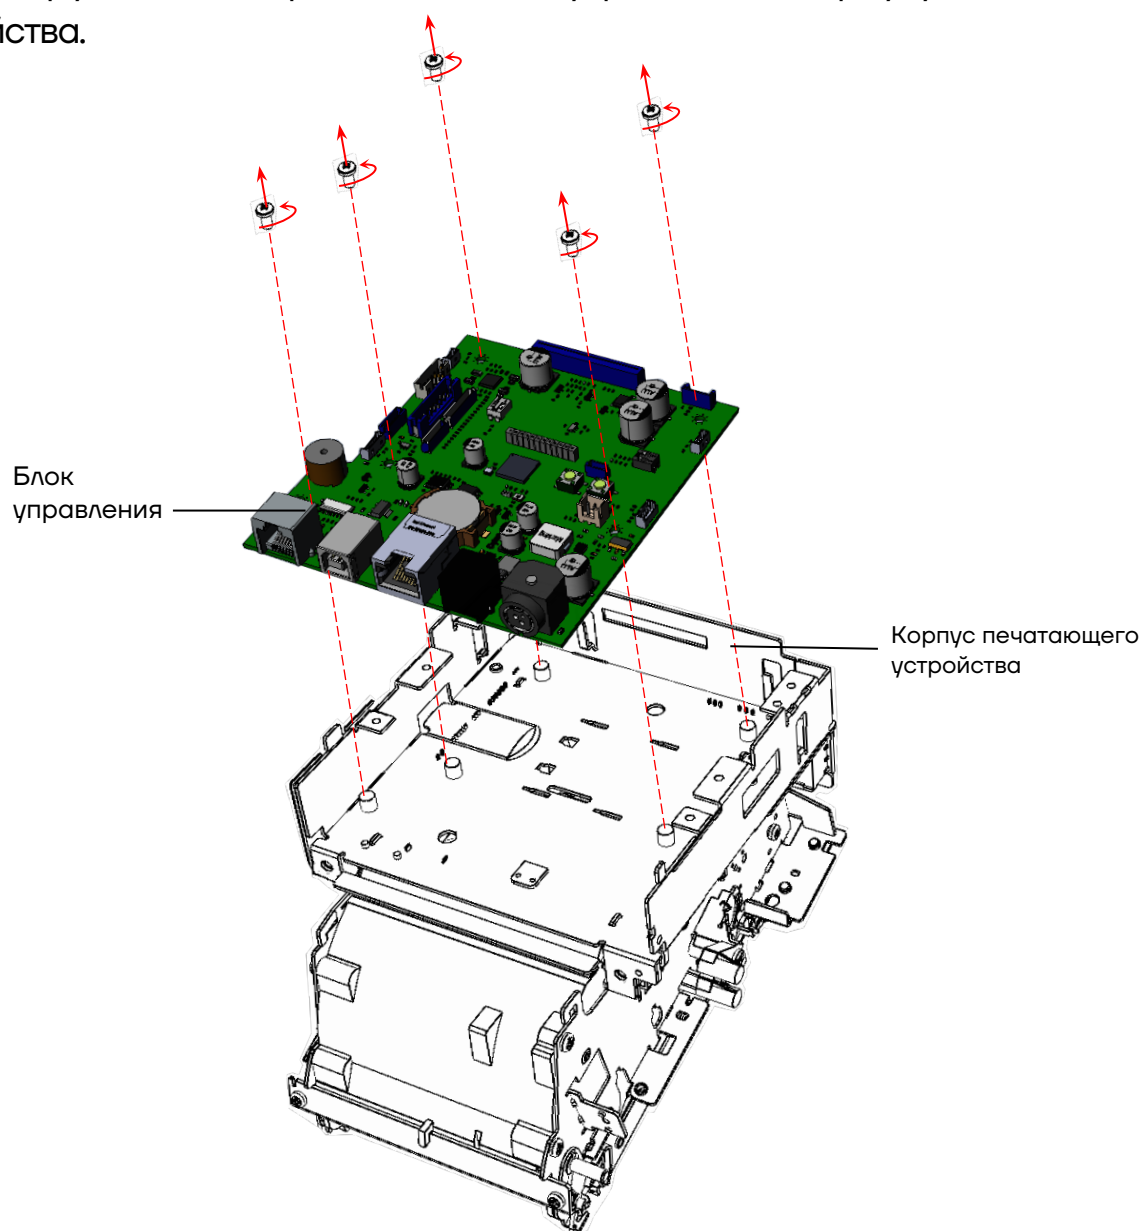

Рисунок 25. Отделение блока управления от корпуса печатающего устройства
- 11** Установить отремонтированный или новый блок управления на корпус печатающего устройства, совместив отверстия для винтов. Вкрутить пять винтов крепления (рисунок 25).
- 3** На новом или отремонтированном экземпляре печатающего устройства зафиксировать блок управления, вкрутив пять винтов (см. рисунок 25).